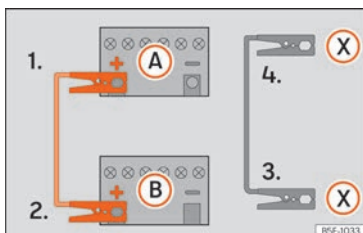

Fig. 78 Esquema de conexión para vehículos con sistema Start-Stop.
- 4b. En los vehículos con sistema Start-Stop: emborne un extremo del cable negro de emergencia (X) a un terminal de masa adecuado, a una pieza de metal maciza que vaya atornillada al bloque motor o al mismo bloque motor » » » fig. 78.
5. Emborne el otro extremo del cable negro de emergencia (X), en el vehículo con la batería descargada, a una pieza de metal maciza que vaya atornillada al bloque motor o al mismo bloque motor pero lo más alejado posible de la batería (A).